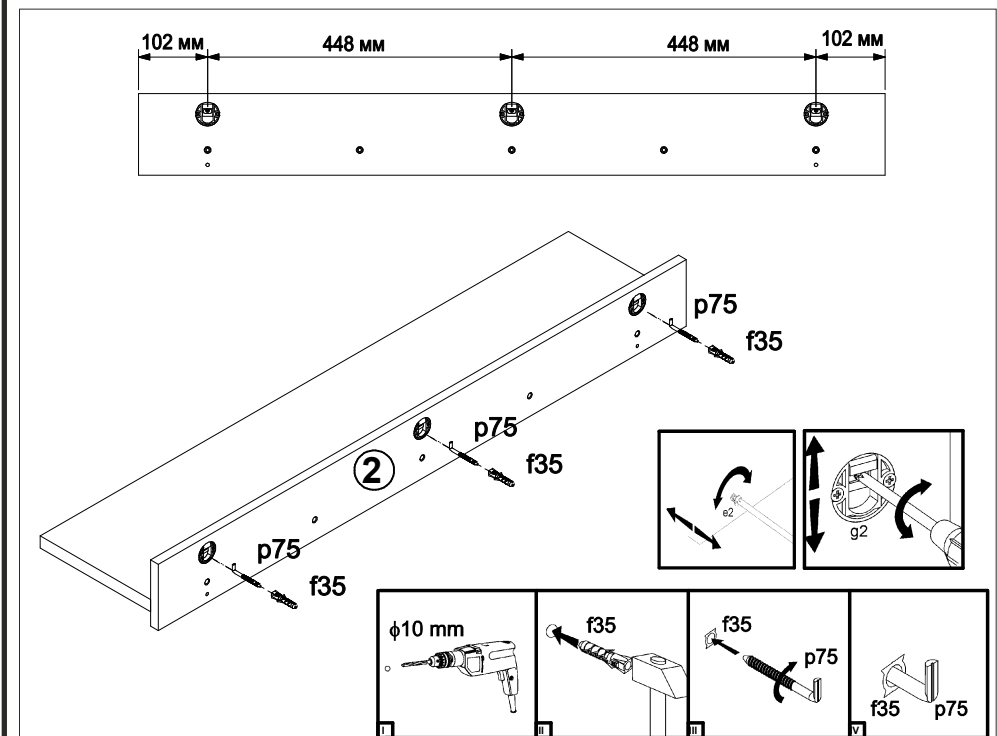

Рисунок 3
8. Вбить в отверстия в стене пластмассовые дюбеля **f35 (см.рис. 3)**.
9. Вкрутить в дюбеля **f35** крючки для навешивания **p75 (см.рис. 3)**.
10. Навесить полку на выступающие из стены крючки **p75 (см.рис. 3)**.
11. В случае необходимости, отрегулировать наклон полки относительно горизонтали и вертикали с помощью крестообразной отвертки, как показано на **рис. 3**.
6. Для навешивания полки на стене с помощью карандаша и линейки разметить отверстия (см.рис.3).
7. В стене просверлить отверстия диаметром **10 мм** (см.рис. 3).
7. В отверстия **Ø15 мм** на внутренних поверхностях стенок боковых **2, 3**, левой поверхности стенки средней **4**, правой поверхности стенки средней **1** вставить стяжки эксцентриковые **r1 (рис. 3)**.
8. Соединить детали **1, 2, 3, 4, 6** и затянуть стяжки эксцентриковые **r1** при помощи отвертки **(см.рис. 3)**. Стяжки эксцентриковые закрыть заглушками **s2**.